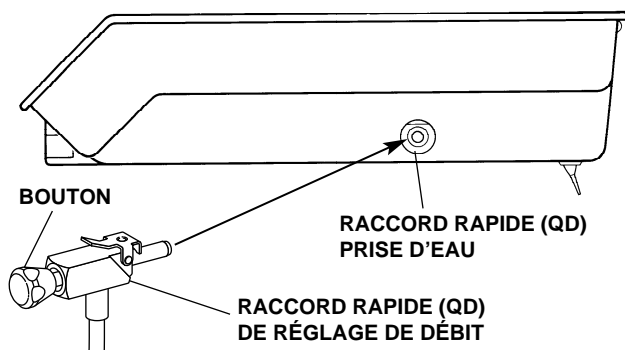

Figure 4. Arrivée d'eau avec contrôle de débit
La prise d'eau avec contrôle du débit (voir figure 4) alimente en eau le cordon hydrocolloïde. Cette prise est compatible avec la commande de débit à raccord rapide (QD) de chez A-dec. Le débit se contrôle à l'aide d'un bouton situé sur le raccord rapide lui-même. Pour augmenter le débit, il suffit de tourner le bouton dans le sens contraire des aiguilles d'une montre, pour réduire le débit, tourner dans le sens des aiguilles d'une montre.
3. Basculer l'interrupteur d'eau de la pédale (voir figure 4 à la page 5) sur la position OFF (fermée), à l'opposé du point bleu.